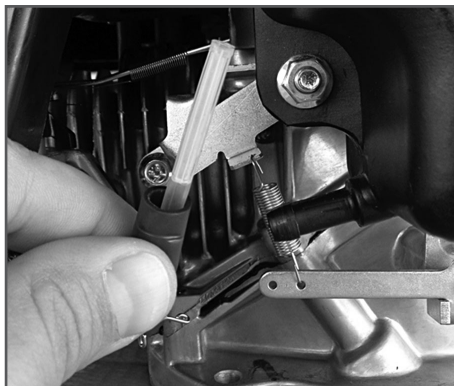

Рис. 11 Топливный фильтр
4. Извлеките из топливного шланга топливный фильтр (Рис. 11).